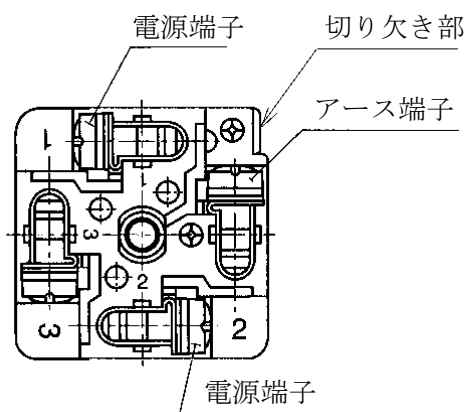

図9 端子の位置と名称
- (c) 端子台③よりワッシャー付ねじ⑨を外し、図9(P23)のように配線した後、再びねじ⑨を締め込みます。
(3) 組立
- (a) ケース④に、結線した端子台③を戻しパチンと音がするまで押してください。この時の端子台③の組み込み方により、コネクタの向きは任意に変えることができます。
- (b) パッキン⑦、座金⑥、の順にケース④のケーブル導入口に入れ、更にケーブルグランド⑤をしっかりと締め付けてください。
- (c) コイル本体の端子台にガスケット②を挟んでコネクタを取り付けてください。
- (d) ねじ①をコネクタの上から差し込み、締め付けてください。